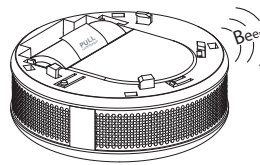

Fig. 4
4. Poprawne zasilenie zostanie potwierdzone krótkim sygnałem dźwiękowym (Fig. 4).